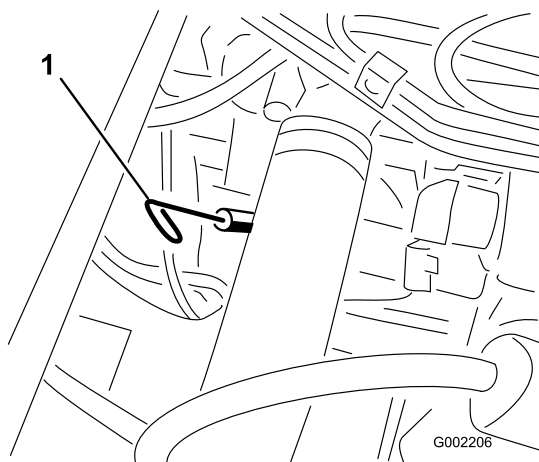

Figure 40
2. Retirez la jauge, située sous le siège du passager, et essuyez-la sur un chiffon propre (Figure 40). Remettez la jauge dans le tube en l'enfonçant au maximum. Sortez de nouveau la jauge et vérifiez le niveau d'huile.
spécifiée dans le moteur par l'orifice de remplissage (Figure 40).